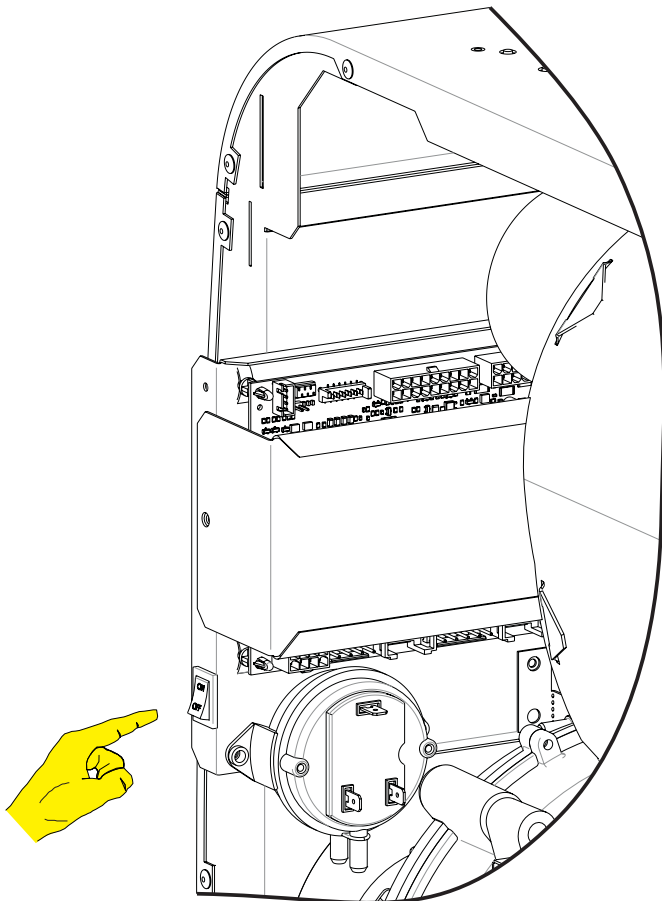

Figure 1
2. Éteignez l'interrupteur principal. Ou débranchez le cordon d'alimentation de la fournaise murale de la prise murale. **Voir Figure 1.**